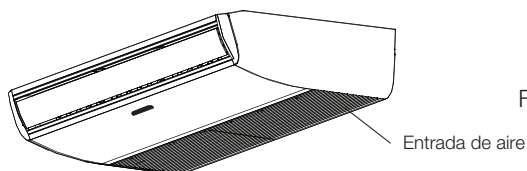

Fig.6-1
- Abrir la rejilla de entrada de aire con un destornillador o herramienta similar. (Véase Fig. 6-1)